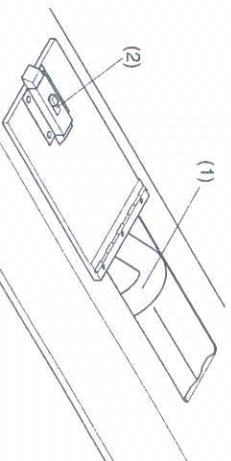

Fig. 3.8 Anillo de elevación
- Retire el pasador de resorte (1).
- Libere la contratuercas (2) con las herramientas auxiliares (unho de extensión 3).
- En primer lugar, apriete la contratuercas (2) a mano.
- Después apriete la contratuercas (2) con el par de apriete correspondiente al de la tabla 1 (Fig. 3.8). Es fácil de apriete con un tubo de extensión (3) ("A" en la correspondiente tabla 1) y a mano ("B" en la correspondiente tabla 1).
- Fije la contratuercas (2) con el pasador de resorte (1).
- Antes de iniciar un viaje, asegúrese de que el eje de ajuste está asegurado para garantizar la estabilidad y la seguridad durante la conducción. Si es necesario, apriete la contratuercas (2) según la correspondiente tabla 1 (Fig. 3.8).